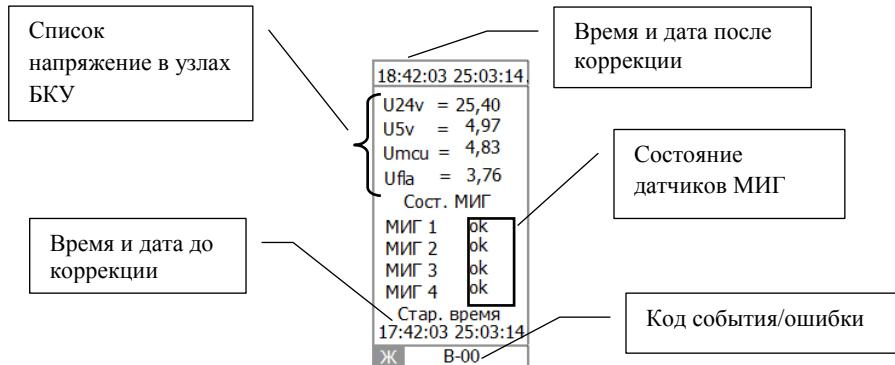

Рис. 27 Архивный слайд для события с кодом «В»
• Для события с буквенным кодом «В» (Изменение системного времени и даты БКУ) в поле события приводиться список напряжений в критических узлах БКУ, состояния датчиков МИГ и строка времени до и после коррекции (рис. 27).